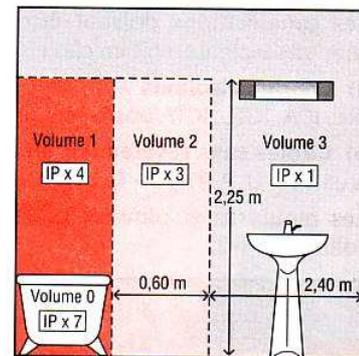

Fig. 15 : Différents volumes 0, 1, 2, 3 dans une salle de bains.
4.1. Différents volumes d'une salle d'eau (fig. 15)